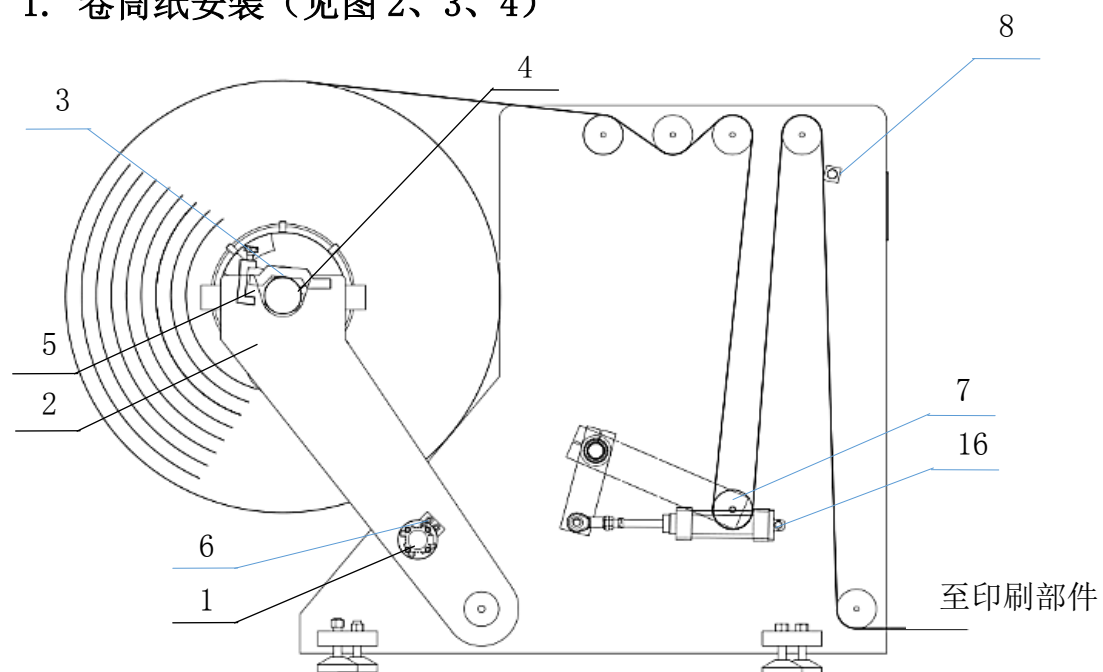

图 2
1. 卷筒纸安装 (见图 2、3、4)
2. 张力控制和调整（见图 2）
由于有些原纸的正反面张力相差过大，以至于被分切单张纸后，仍会发生卷纸，影响层叠输送。此时，可调节方杆（见图 2 中（8））的进出位置，使纸张在传送时，紧靠方杆（见图 2 中（8））。这样就可达到整平的效果。